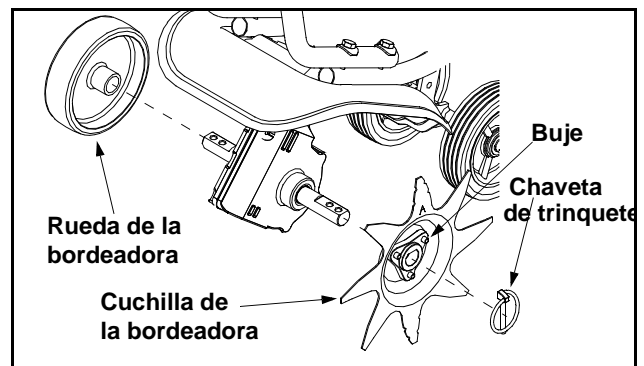

Figura 7
- Presione el interruptor Encendido / apagado (O) para detener el motor y los dientes y desconecte la bujía para evitar un arranque accidental.
- Deslice la rueda de la bordeadora, con el buje mirando hacia adentro, en el lado derecho del árbol del diente y asegúrelo con la chaveta de trinquete en el orificio interior. Vea Figura 7.
- Deslice la cuchilla de la bordeadora con el buje mirando hacia el lado izquierdo del árbol del diente y asegúrelo con la chaveta de trinquete en el orificio interior. Vea Figura 7.